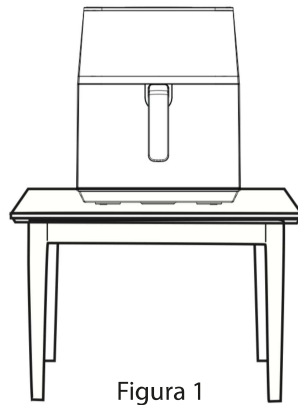

Figura 1
1. El producto debe colocarse de manera estable sobre una mesa plana (Figura 1), de modo que el cable de alimentación tenga una longitud suficiente para enchufarse a la toma de corriente, y el aire alrededor del producto debe mantenerse en circulación y no debe estar cerca de artículos inflamables.